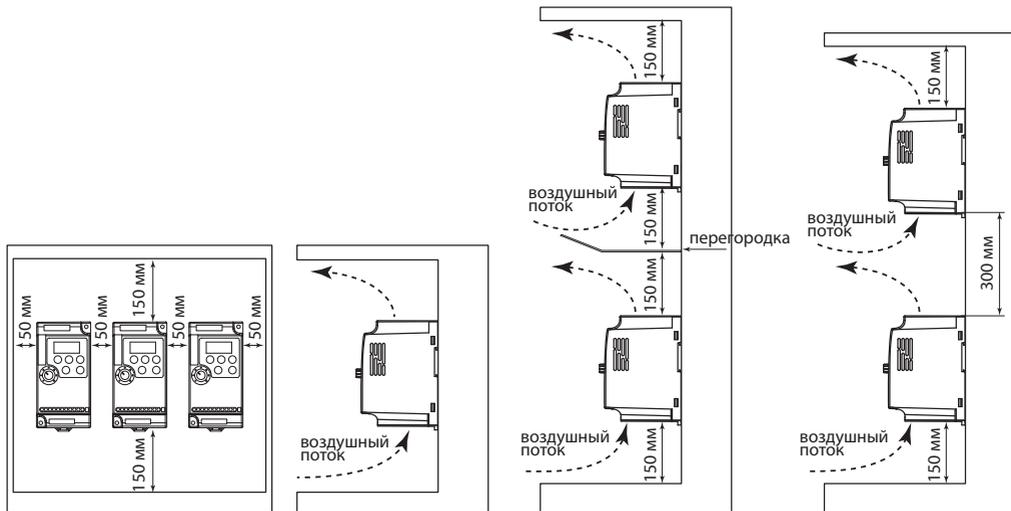

Рисунок 3. Установка преобразователя частоты
8.3. При монтаже нескольких преобразователей в один шкаф управления необходимо убедиться, что в нем достаточно свободного пространства и имеется хороший теплообмен. Если преобразователи установлены рядом друг с другом, то расстояние между ними должно составлять более 50 мм (см. рисунок 3).